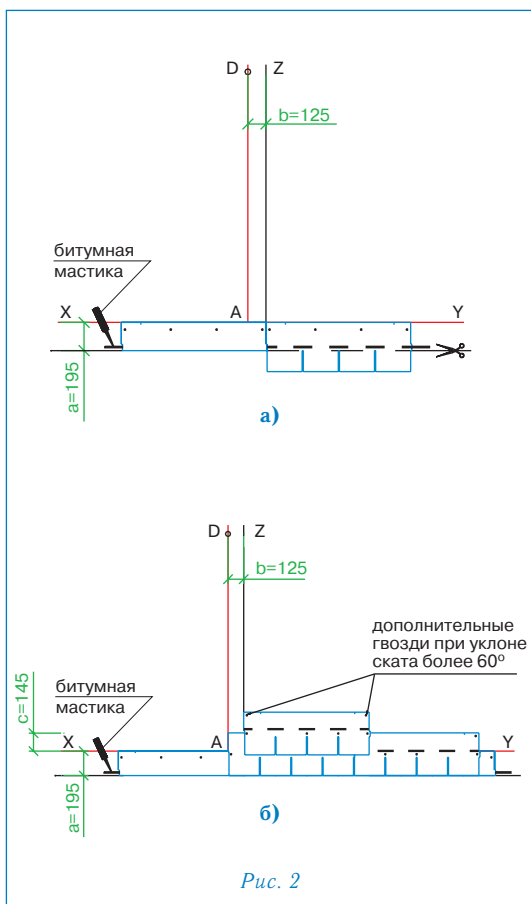

Рис. 2
Укладка материала (рис. 2)
Начальный ряд формируется из листов черепицы АКТИРУФ обрезанных по линии образованной конечными точками вырезов. Полученные таким образом полосы шириной 19,5 см укладываются по линии карниза в обе стороны от линии Z (рис. 2а) и фиксируются по нижнему краю битумной мастикой, а по верхней кромке 4 гвоздями (ось гвоздей на 5 см ниже верхнего края полосы);
- далее первый ряд черепицы укладывается от линии AD (рис. 2б);
- второй ряд укладывается от линии Z (со смещением 12,5 см от AD) (рис. 2б);